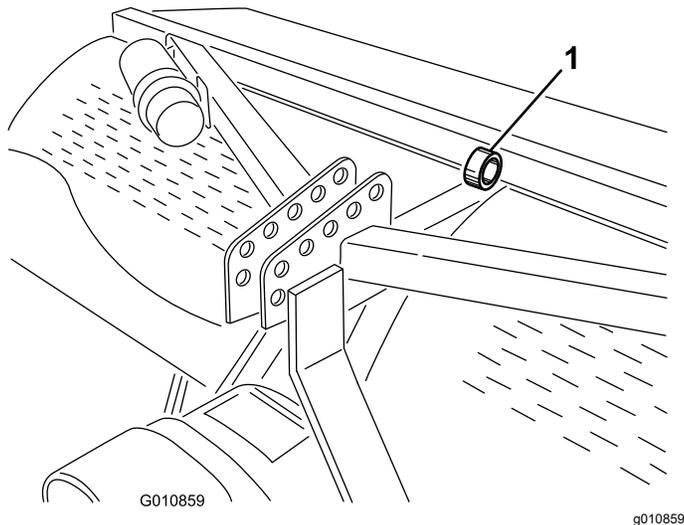

Figura 41
**Nota:** Potete utilizzare un paranco per sollevare l'arieggiatore. Usate l'occhiello della testa di carotaggio come punto di ancoraggio del paranco (Figura 41). Assicuratevi che la capacità di sollevamento del paranco sia sufficiente. Vedere Specifiche (pagina 23).